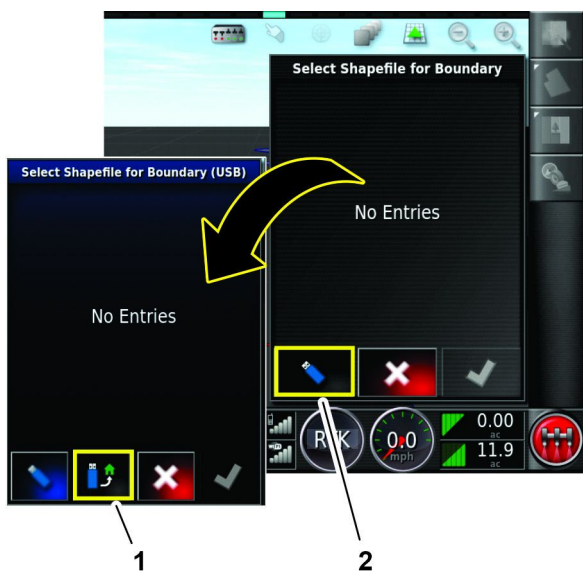

图 74
5. 在选择边界形状文件对话框中按切换到 USB 驱动器图标图 74。
6. 在选择边界形状文件USB对话框中按从 USB 驱动器导入图标图 74。